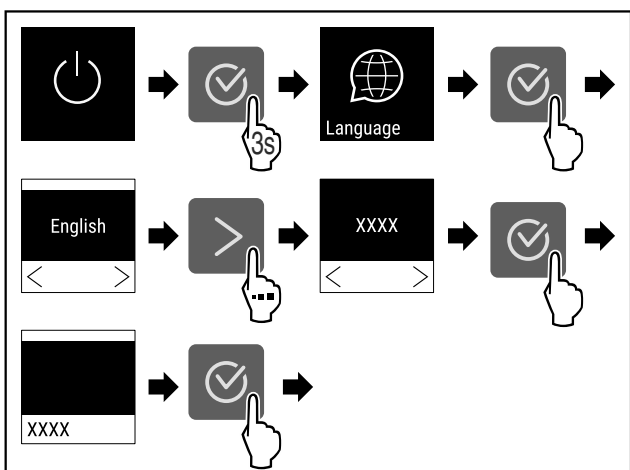

Fig. 54
▶ Végezze el a gyakorlati lépéseket (lásd Fig. 54).